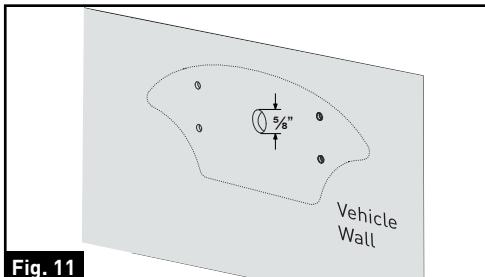

Fig. 11
- À l'aide d'une scie-cloche de $\frac{5}{8}$ po, percez un trou sur la paroi du véhicule. [Fig. 11]